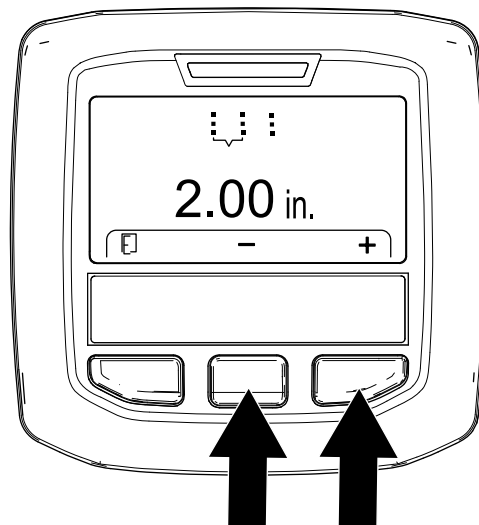

Figura 56
5. Reglai spaierii dintre găuri (Figura 56) după cum urmează: